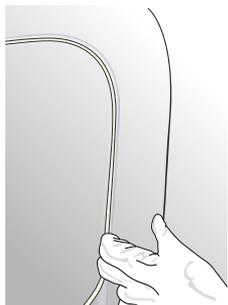

Abbildung 15
- › Den Handschuh anziehen und ein Stück vom TIRODECO- oder WRAPKNIFE-Band im unteren Rand der Vertiefung des zu folierenden Untergrunds anbringen, und zwar so nahe wie möglich an der Verformung. (Abb. 15)